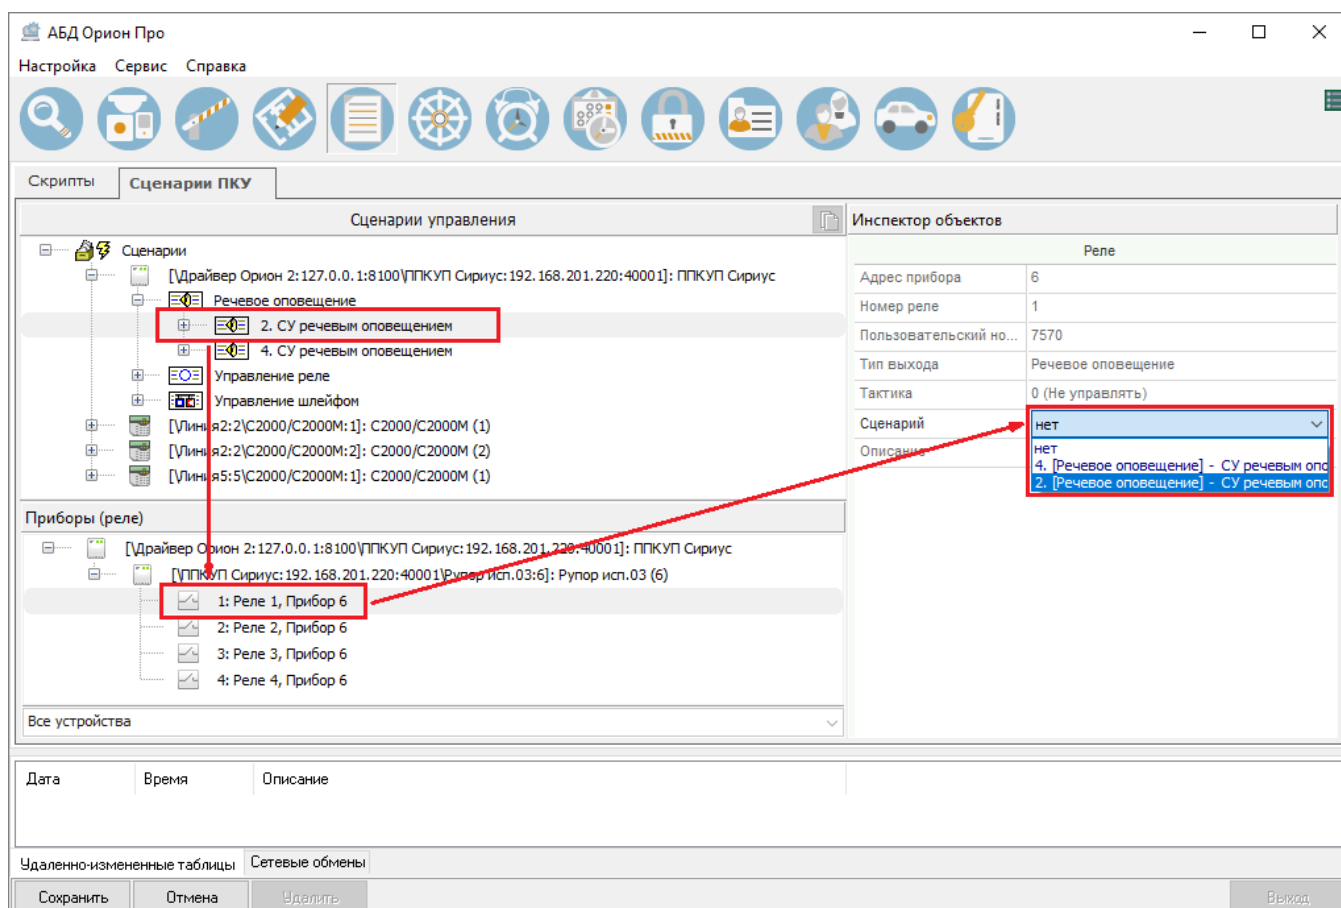

Рисунок 6-637 Привязка сценария речевого оповещения к реле прибора класса "Рупор"
- 3) в инспекторе объектов, где отобразятся свойства выбранного в дереве приборов прибора/ элемента прибора, задайте значение для свойства «Сценарии» (см. Рисунок 6-637) – в качестве значений для свойства «Сценарии» в выпадающем списке представлены все сценарии, заданные для соответствующего узла «Тип аппаратного сценария».